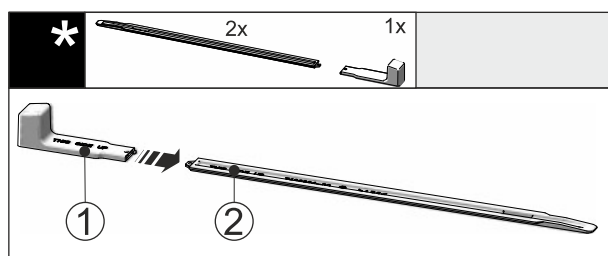

Fig. 50
- ▶ Dugja rá a szerelőfogantyút Fig. 50 (1) a szintezősinre Fig. 50 (2).